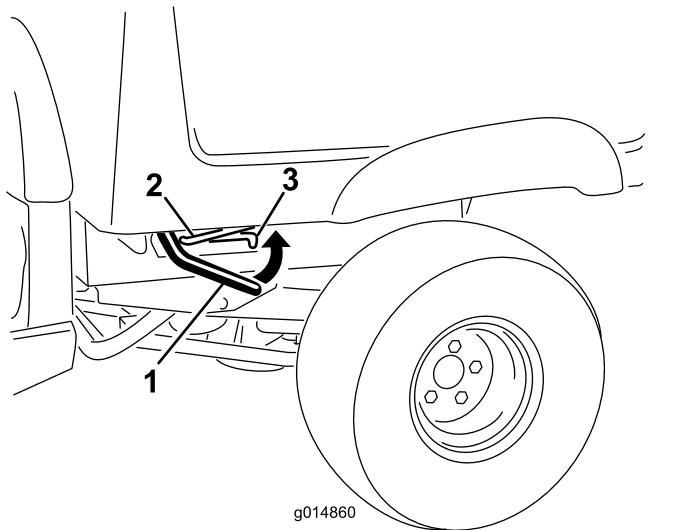

図 1
4. 荷台の右側または左側でレバーを引き上げ、荷台を持ち上げる図1。